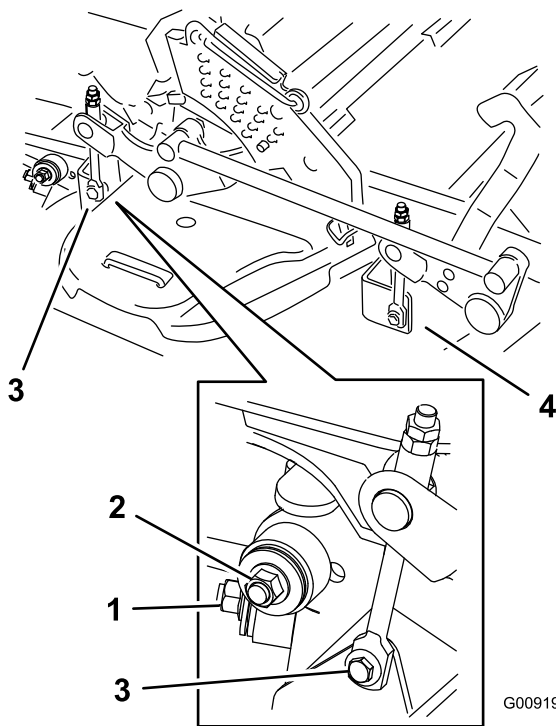

Figura 104
8. Retire e guarde as ferragens em ambos os lados da plataforma, conforme indicado na Figura 104.